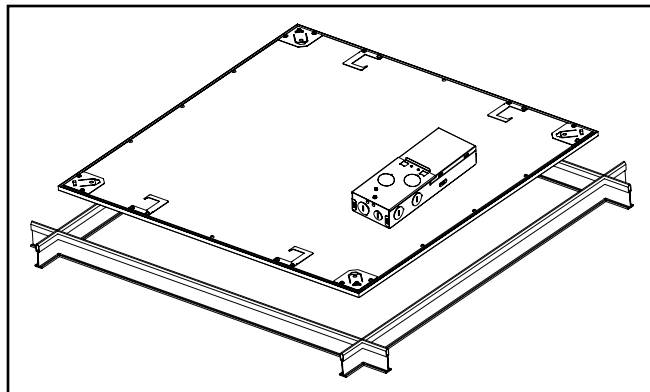

Figure 3.
- Passez le luminaire dans la grille à un angle de 45 degrés puis déposez-la sur la grille. (Figure 3.)